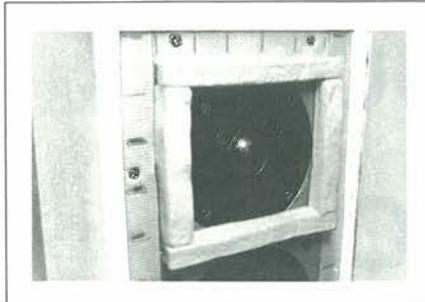

Fig. 9. Le strisce di feltro che incorniciano il tweeter della replica, esattamente come sulla vero Rogers.
- 4 - Incollare 4 strisce di feltro attorno al tweeter all'esterno (Fig. 9).